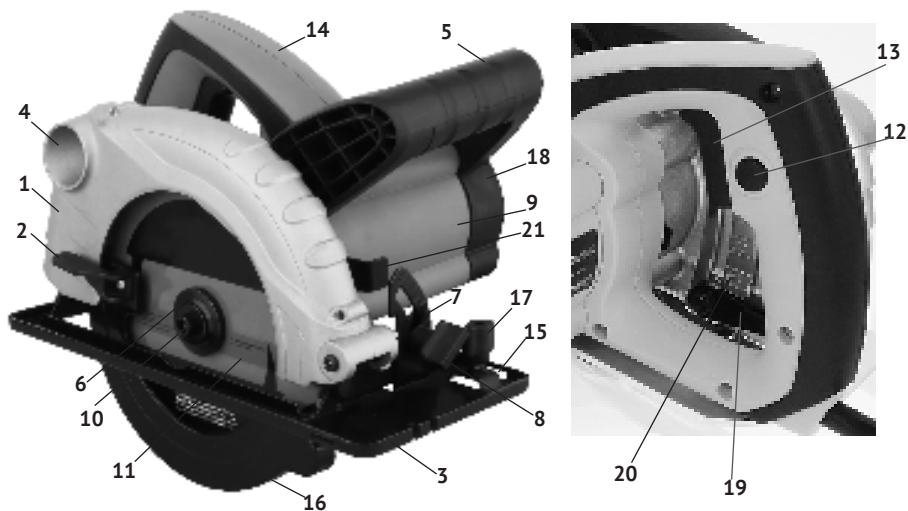
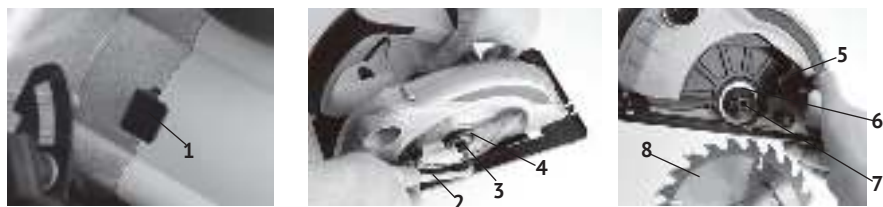

рис.1
рис.2
1.6 Общий вид пилы представлен на рис.1
1.7 Пила состоит из коллекторного двигателя в пластиковом корпусе (рис.1 поз.9) с закреплёнными на нём рукоятками (рис.1 поз.5 и 14) и металлического редук-
тора, совмещённого с верхним неподвижным кожухом (рис.1 поз.1). Крутящий момент с якоря электродвигателя, через шестерню, передаётся на шпindel, соосный с электродвигателем. На шпindel пилы, между опорным и зажимным (рис.1 поз.6) фланцами крепится пильный диск (рис.1 поз.11). Это основной рабочий инструмент пилы. Пила имеет функции: изменение глубины реза и поворот режущего блока (вправо) для наклонного пиления (до 45°).
1.8 Клавиша выключателя (рис.1 поз.13) расположена в нижней части основной рукоятки (рис.1 поз.14). Во избежание самопроизвольного включения инструмента, выключатель снабжён блокировкой клавиши (кнопка блокировки, рис.1 поз.12, расположена на левой части рукоятки). Включение пилы осуществляется нажатием на клавишу выключателя (рис.1 поз.13) указательным пальцем после нажатия и удержания кнопки блокировки большим пальцем. Пила отключается при отпускании клавиши выключателя, при этом кнопка блокировки (со щелчком) возвращается в исходное положение - заблокировано.
2.2.1 Закрепить на шпindel пильный диск, соответствующий обрабатываемому материалу. Для установки (замены) диска необходимо (см. рис.2):
- зафиксировать шпindel (рис.2 поз.7), нажав на рычаг стопора (рис.2 поз.1);
- открутить ключом (рис.2 поз.2) винт крепления диска (рис.2 поз.3), снять зажимной фланец (рис.2 поз.4);
- переместить вверх за рычаг (рис.2 поз.5) нижний подвижный кожух (рис.1 поз.16), снять пильный диск (при замене);
- очистить опорный (рис.2 поз.6) и зажимной фланцы;
- установить на шпиндель (рис.2 поз.7) пильный диск (рис.2 поз.8);
2.2.3 При необходимости изменения глубины пиления, поднять рычаг (рис.1 поз.19) фиксации глубины пропила, выставить направляющую плиту (рис.1 поз.3) по шкале (рис.1 поз.20) в нужное положение и зафиксировать в выбранном положении, опустив рычаг.
- ослабить рукоятку (рис.1 поз.8) фиксации угла наклона режущего блока;
- подняв за рукоятку (рис.1 поз.14) режущий блок (двигатель с диском), выставить
по шкале кронштейна (рис.1 поз.7) необходимый угол пиления;
Внимание! При пилении под наклоном, значение глубины пропила, устанавливаемое по шкале (рис.1 поз.20), не совпадает с истинным значением. Глубина пропила в данном случае равна перпендикуляру от вершины пильного зуба к плоскости направляющей плиты.
2.2.5 При необходимости отпиливания заготовок строго определённой ширины, установите параллельный упор - линейку. Упор вставляется в отверстия (рис.1 поз.15) направляющей плиты (справа или слева) и крепится винтом (рис.1 поз.17).
Внимание! Не фиксируйте нижний подвижный кожух (рис.1 поз.16) в открытом положении. Это может привести к заклиниванию диска, а также к травмам и повреждениям. Кожух будет автоматически сдвигаться при движении направляющей плиты по заготовке.
- необходимо снять заднюю крышку (рис.1 поз.18) корпуса двигателя, открутив винты крепления.